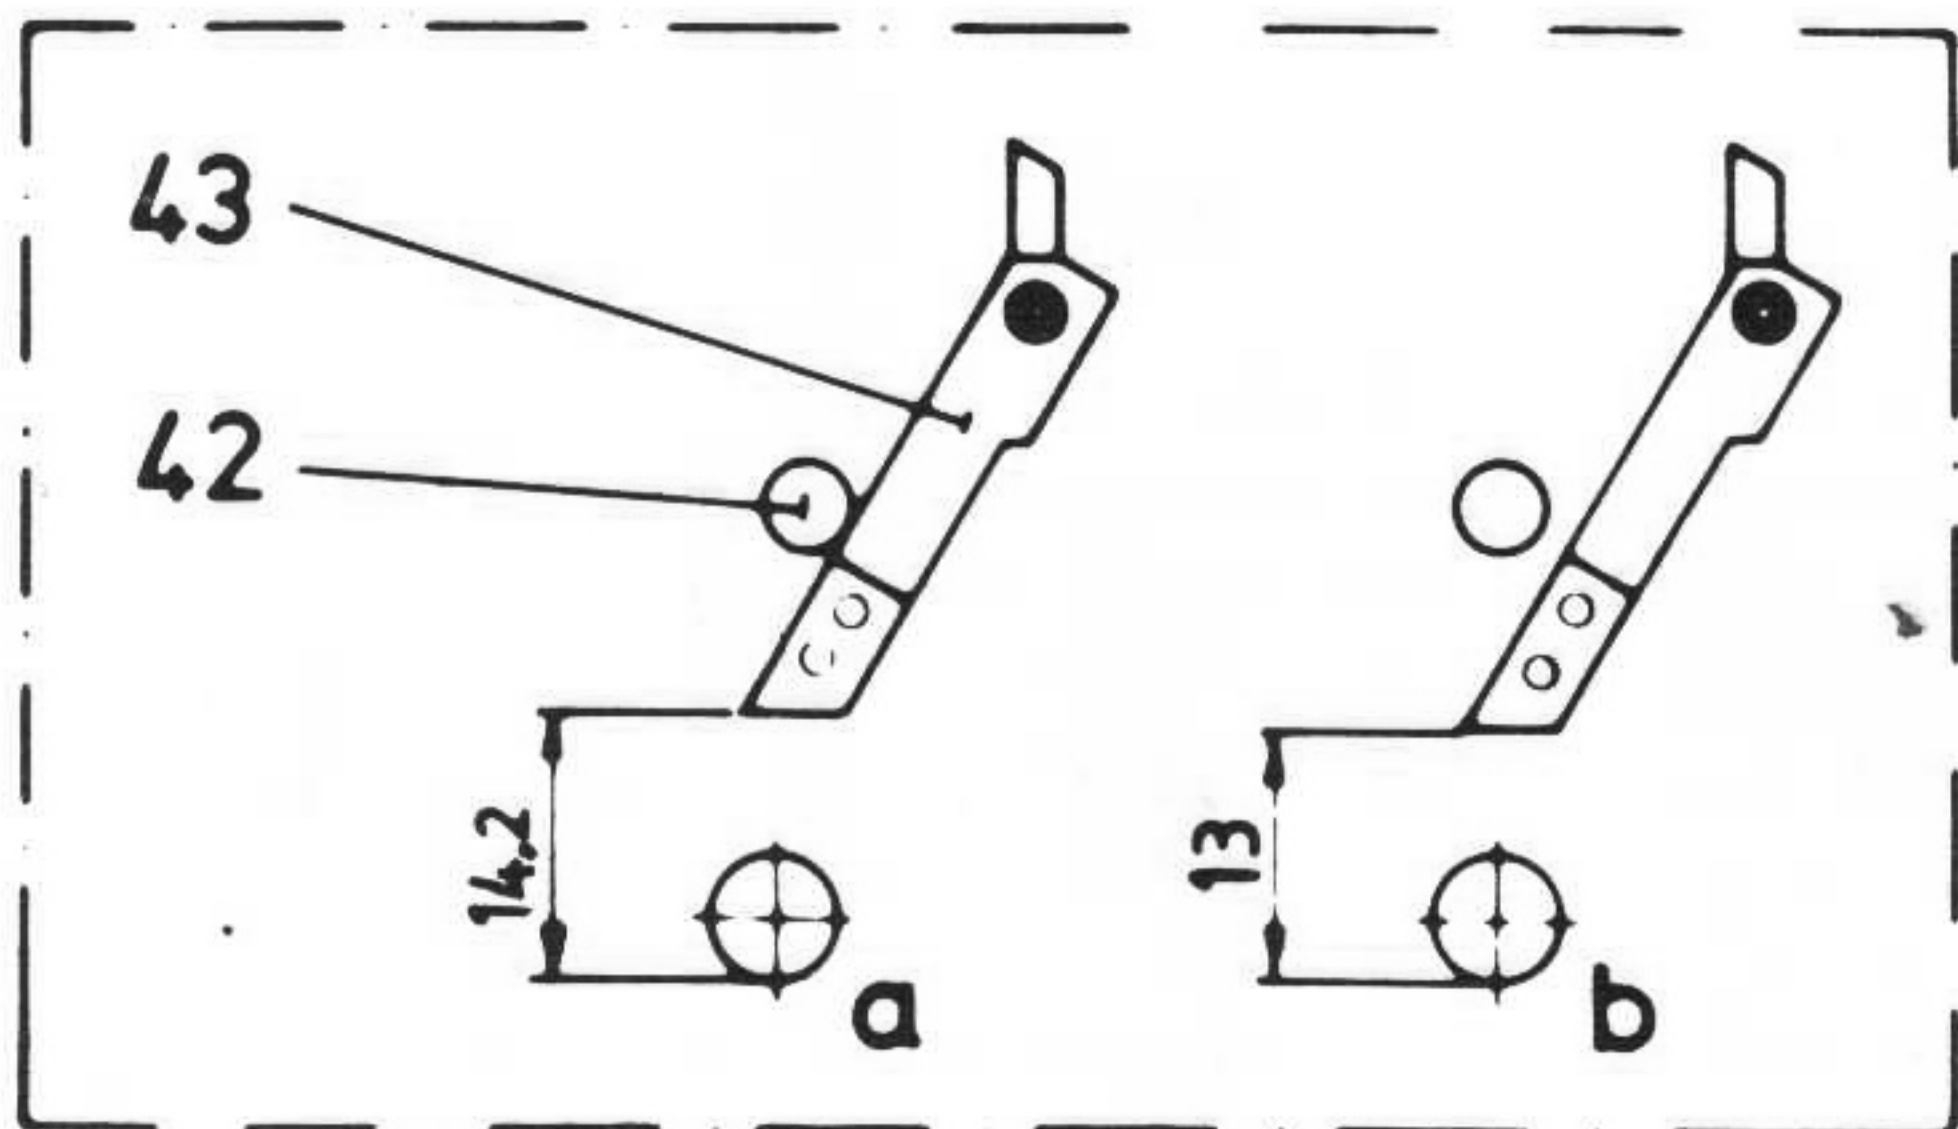

Fig. 3
Då armen hålles an mot stopptappen (42) skall måttet enligt fig. 3 a innehållas. Justeras genom vridning av stopptappen (42)